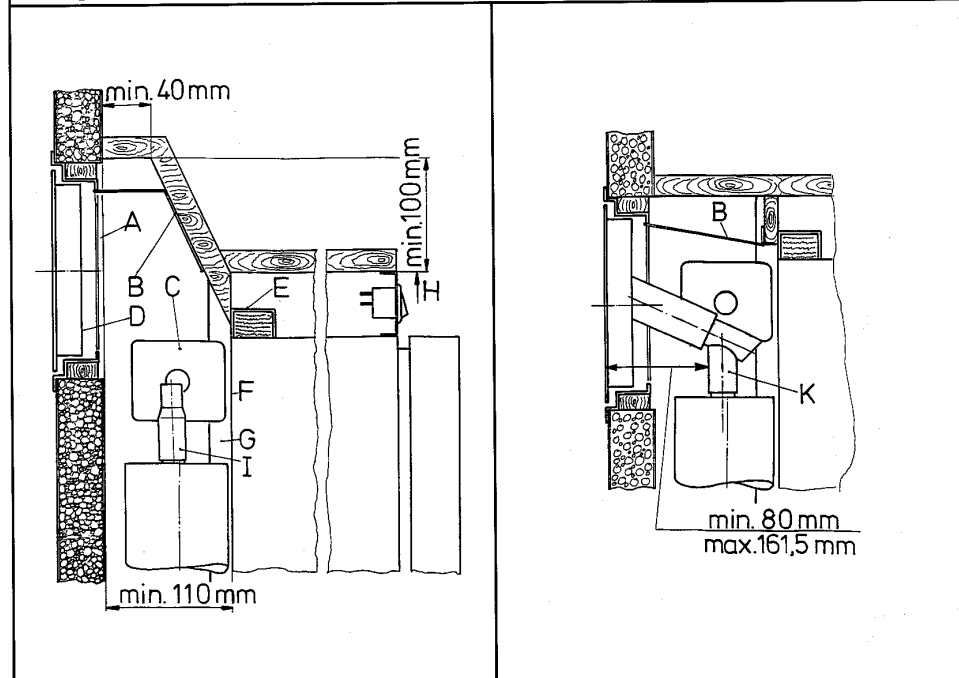

Fig. 6a Fig. 6b
Den undre öppningen anbringas direkt vid nischens botten och den övre så högt som möjligt över kondensorn (C), åtminstone som i fig. 6b, eller bättre som i fig. 6a.
Vi rekommenderar installation av ventilationsgaller **A 1609**, som utvecklats av **Electrolux** speciellt för detta ändamål (visat som D i fig. 6a). Samtidigt bör man även installera ramen **R 1610** (A i fig. 6a). Då kan man nämligen lätt ta ur gallren, vilket möjliggör inspektioner och små reparationer utan att man behöver montera ut kylskåpet.
Utrymmet mellan kylskåpet och fordonets vägg, fig. 6a/b, är avtätad mot bostadsutrymmet. Därigenom kan det inte uppstå kalldrag (vintercamping) och avgaserna kan inte tränga in i vagnen. Därför behövs i detta fall inte det sedvanliga avgasutsläppet – avgaserna drar ut genom det övre gallret tillsammans med ventilationsluften.
En ledplåt av aluminium (B), fig. 6a/b, i nischen, över avgasröret (I) underlättar värmeavgången.
I fig. 6a/b är beteckningarna: